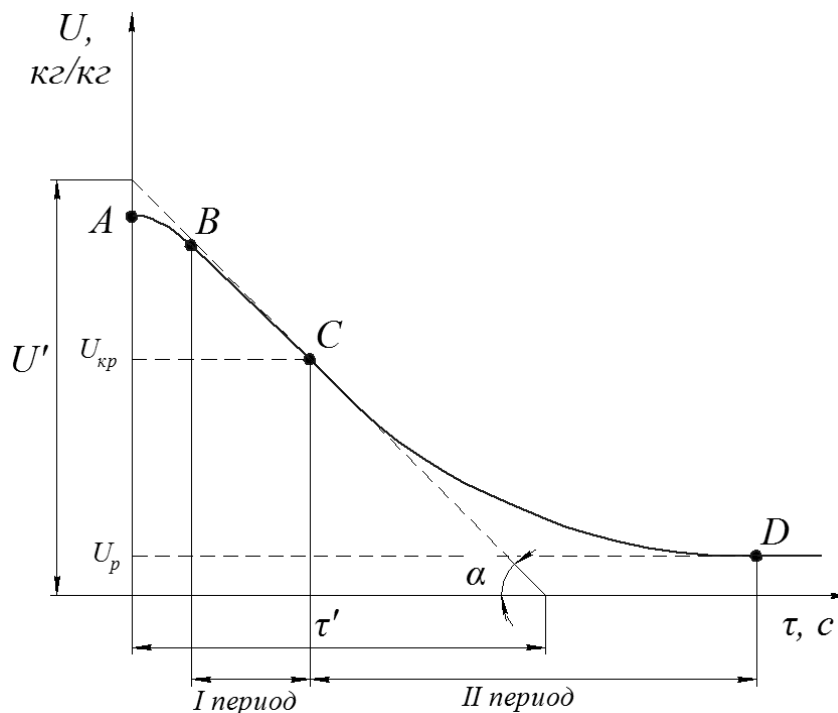

Рис. 4. Кривая сушки
4. По полученным значениям строят кривую сушки (см. рис. 4)
где α – угол наклона касательной к горизонтальной оси; U' , τ' – отрезки, отсекаемые касательной на осях (см. рис. 4).